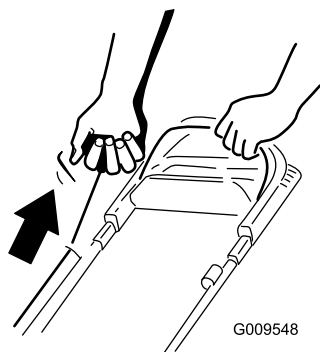

Рисунок 15
2. Без усилия потяните за рукоятку механического стартера (Рисунок 15) до появления сопротивления, затем резко потяните за нее и дайте ей медленно вернуться в направляющую троса на рукоятке.